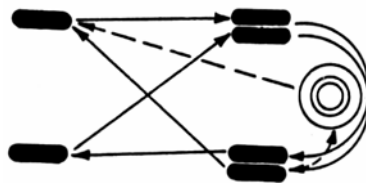

Рис. 5.17. Схема перестановки шин
– переставлять шины (рис. 5.17) следует при необходимости. Основанием может быть необходимость получить равномерный износ всех шин, в том числе запасной, а также обеспечить правильный подбор шин по осям. На одну ось надо устанавливать шины, имеющие одинаковый износ протектора, причем более надежные - на переднюю ось автомобиля.